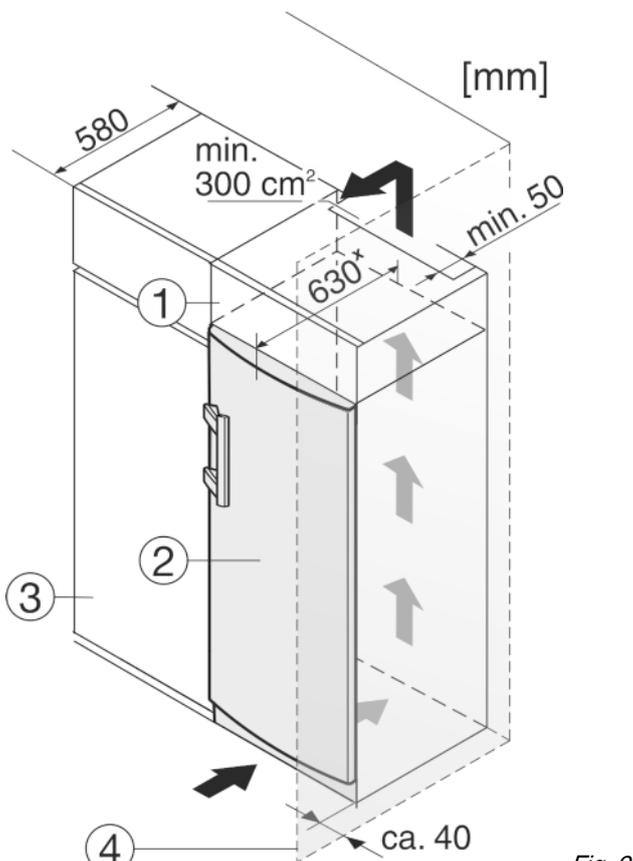

Fig. 9
Устройство может быть окружено предметами кухонной обстановки. Чтобы уравнять устройство Fig. 9 (2) по высоте с кухонной стенкой, можно установить над устройством соответствующий дополнительный шкафчик Fig. 9 (1).
При комбинировании с кухонными шкафами (глубина макс. 580 мм) устройство можно установить непосредственно рядом с кухонным шкафом Fig. 9 (3). Устройство выступает сбоку на 34 мм^x и по центру на 50 мм^x относительно передней стенки кухонного шкафа.
Если устройство установлено на шарнирах у стены Fig. 9 (4), то расстояние между устройством и стеной должно быть не менее 40 мм. Настолько выступает ручка при открытой дверце.